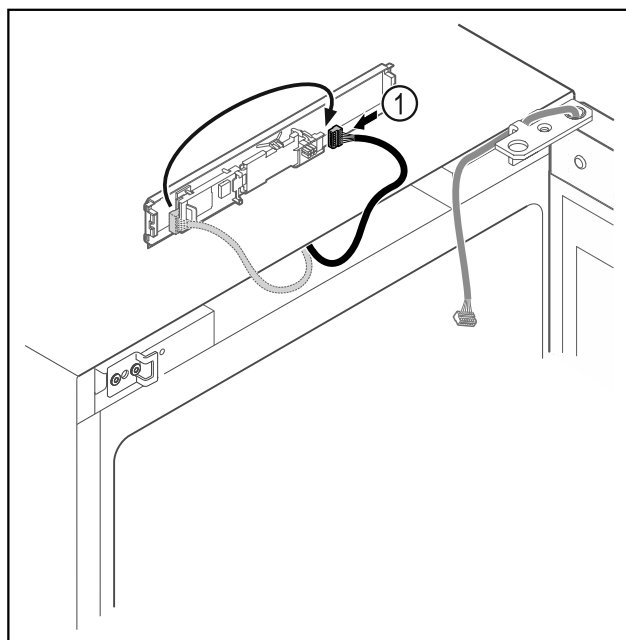

Fig. 17
► Lidhni spinën Fig. 17 (1) në qark në anën tjetër.